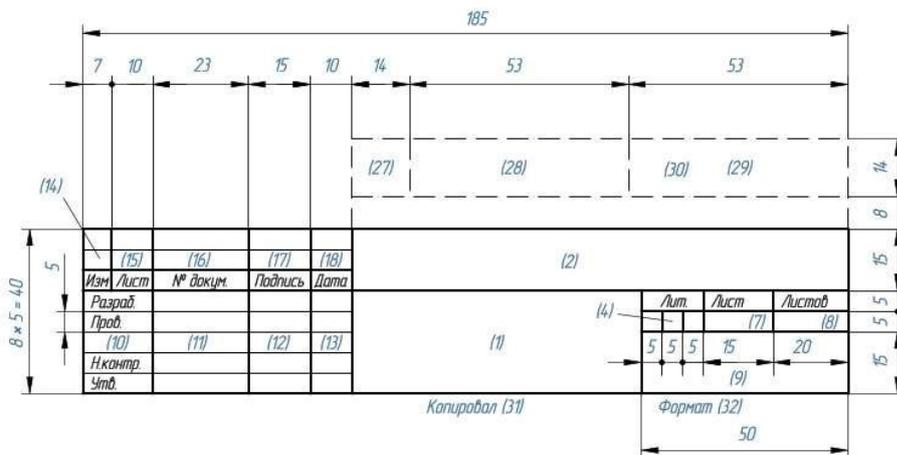

Рисунок 2
4. Где используется основная надпись формы 2 (рисунок 2)